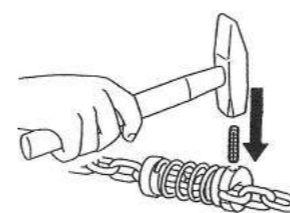

fig.146
16. Inserire la spina elastica nell'anello della catena su cui è stato posizionato il fermo catena (no ultimo anello). (fig.146)